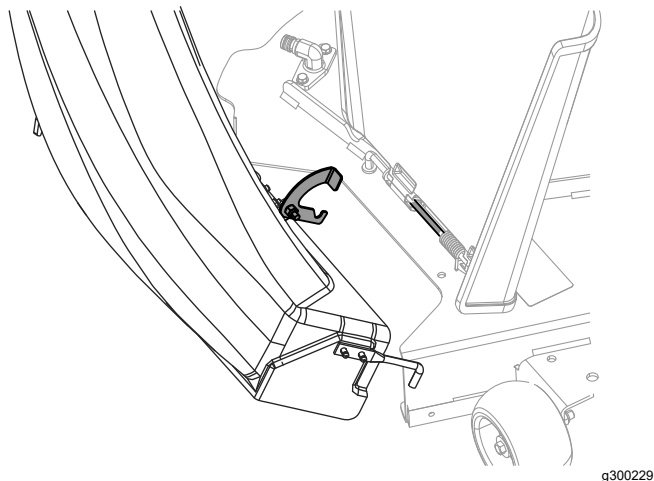

Figura 25
- Incline a calha para trás e na direção da plataforma de forma a que fique alinhada com a plataforma do cortador (**Figura 25**).